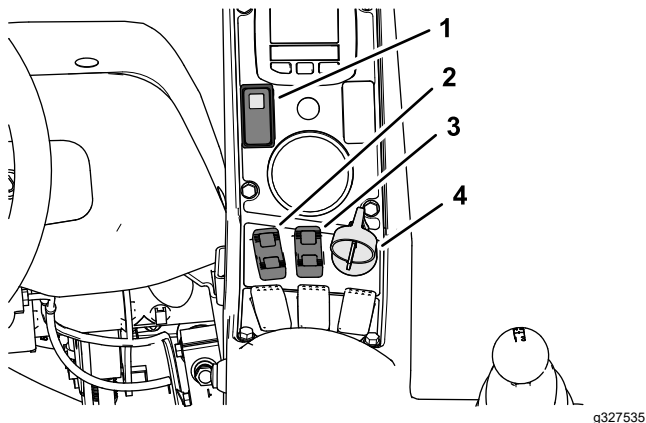
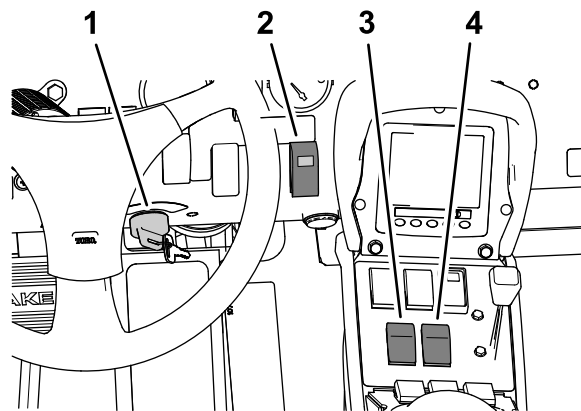
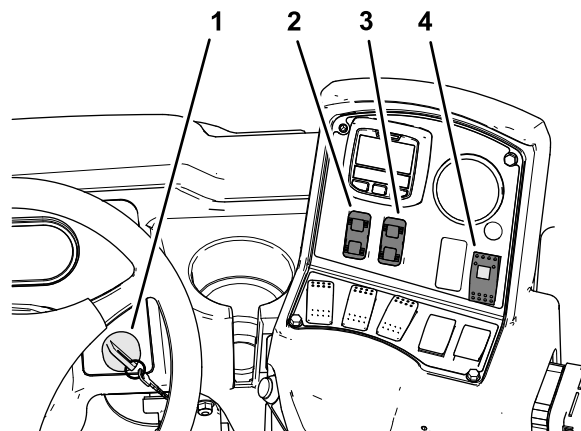

Figura 41
Figura 42
Figura 43
4. Deplasai comutatorul braului sonic în poziia PORNIT (Figura 41, Figura 42, sau Figura 43).